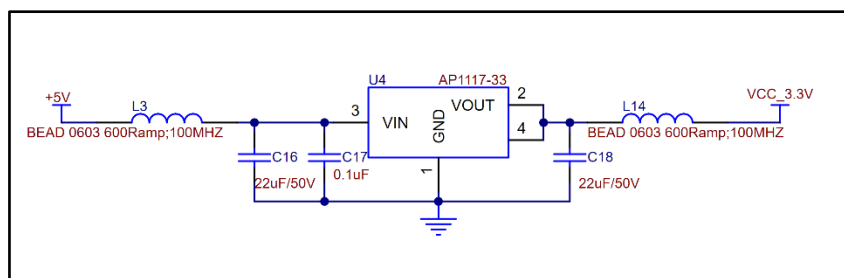

图 3-6: 3.3V 的 DC to DC 电源电路范例
4. 必要时 TFT 屏的 FPC 可做包覆处理 (如图 3-6)。